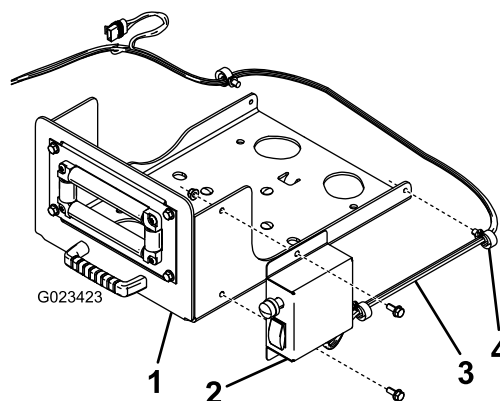

図 6
5. スwitchボックスをスイベルプレートに取り付けるボルト5/16 インチ2本と、フランジナット5/16 インチ2個で 図 6 のように取り付ける。
6. ワイヤハーネスを、スイベルプレート側の側部に固定する既存のクリップを使用する 図 6。